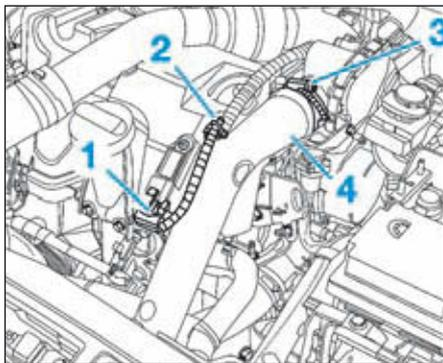

FIG.58
- Débrancher le connecteur (1) du capteur de pression de suralimentation (Fig.58).
- Dégrafer le faisceau (2).
- Desserrer le collier (3).
- Désaccoupler la durit d'alimentation en air (4) du volet d'admission.